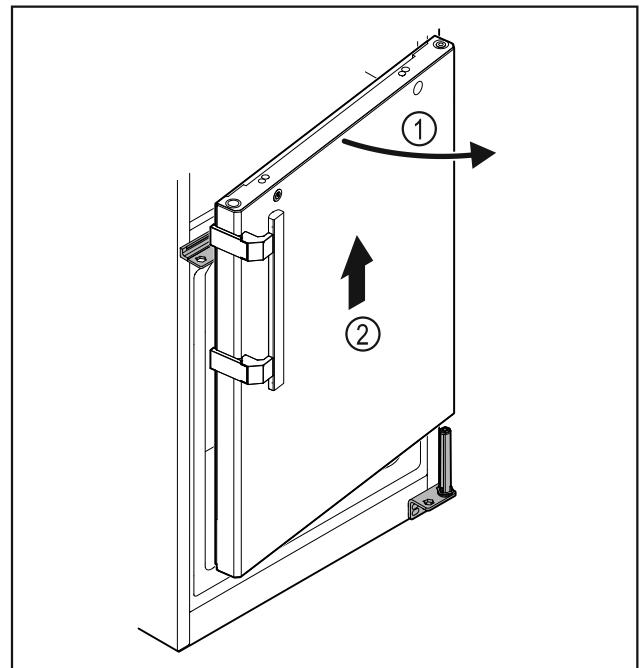

Fig. 27
- Aprire di poco la porta Fig. 27 (1), sollevarla di ca. 200 mm verso l'alto in senso orizzontale e rimuoverla Fig. 27 (2).